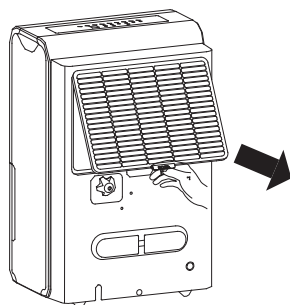

Figure 14
- Tirer le filtre vers l'extérieur pour le retirer de l'appareil (consulter la Figure 14).